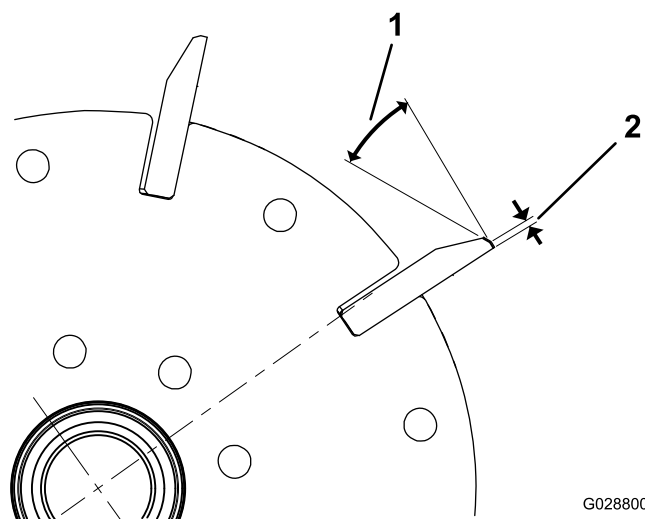
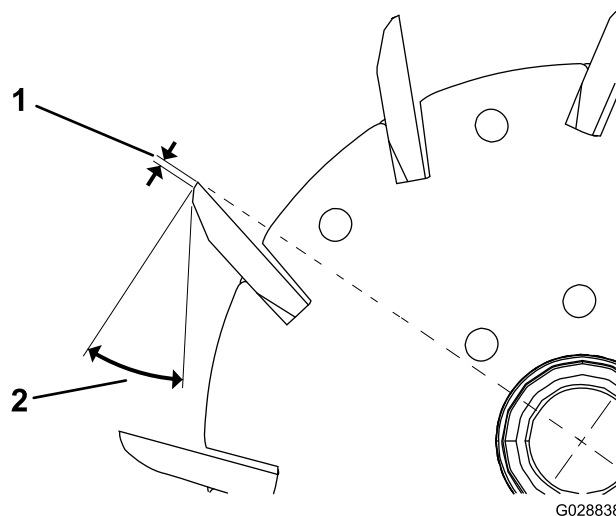

図 23
図 24
1. 全部のリール刃に30°の角度で2番削りを行って、ランド部の幅を1.3mmにしてください【図 23と 図 24】。